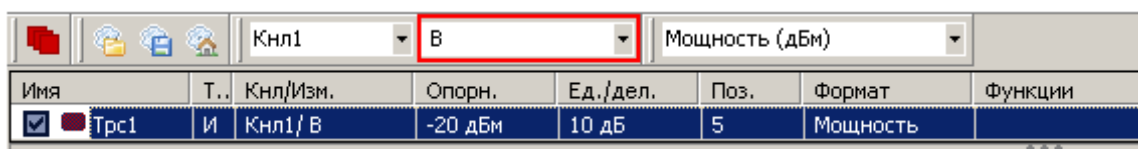

Рисунок 6 – Вид окна ПО с выбором входа
7.2.13 Остановить процесс измерений в ПО, подключить выход головки детекторной к входу «В» блока генераторно-измерительного, выбрать для измерительной трассы – вход «В» (рисунок 6), начать процесс измерений. Повторить 7.2.12.